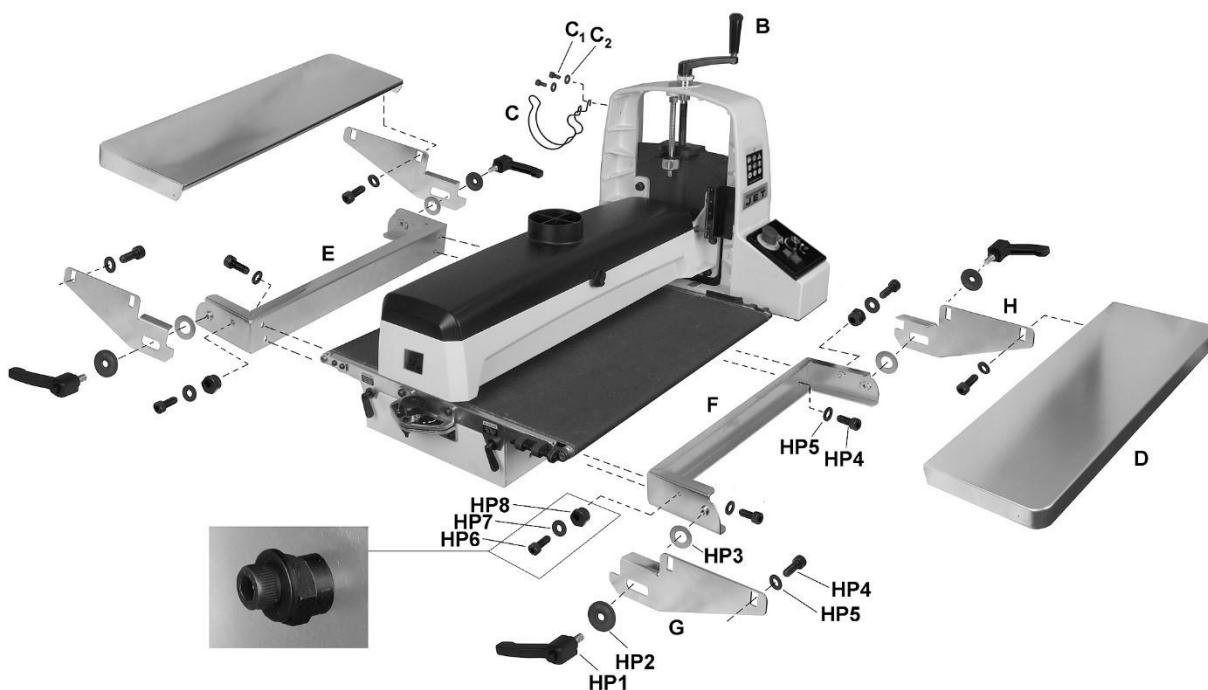

Figure 6-3: Montage ponceuse avec tables d'entrée / sortie (en option)
1. Installez la poignée de réglage de hauteur (B, Fig 6-3) et serrez la vis de réglage.
2. Installez le support tuyau (C) avec les vis et les rondelles (C_1 / C_2).
1. Installez les supports d'entrée et de sortie (L, Figure 6-3) sur les trous filetés dans la base de la ponceuse avec des rondelles plates et des vis à tête à six pans creux (HP4/5). Veillez à ce que les supports droit et gauche soient orientés comme montré. Les supports doivent s'appuyer sur la base.